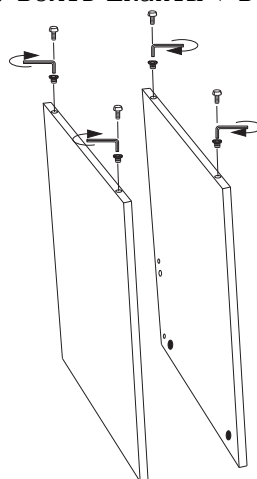

Рис. 1
1. Вкрутить втулки 9 в торцы боков стола 1 и 2, закрутить в них опоры 8 (Рис. 1).